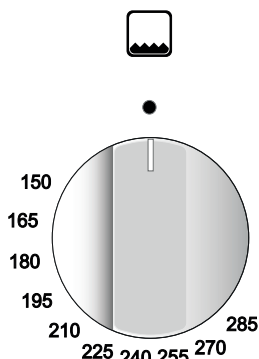

Fig. 4.1
I numeri, stampigliati sul frontale comandi in corrispondenza della manopola (fig. 4.1), indicano in modo crescente la temperatura del forno. La temperatura viene mantenuta costante sul valore regolato.
2. Premere leggermente la manopola del termostato e ruotarla in senso antiorario fino alla posizione **285** (fig. 4.1); quindi premere a fondo la manopola per aprire l'erogazione del gas ed attivare l'accensione premendo il pulsante dell'accensione elettrica (Fig. 4.3)